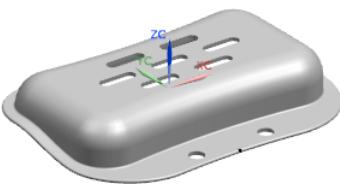

图 1.21 定义模具坐标系
Step3. 旋转坐标系。选择下拉菜单 **格式(F)** → **WCS** → **旋转(R)...** 命令，系统弹出“旋转 WCS 绕...”对话框；选中 **- XC 轴** 单选按钮，在 **角度** 文本框中输入数值 90；单击 **确定** 按钮，完成坐标系的旋转，如图 1.21 所示。